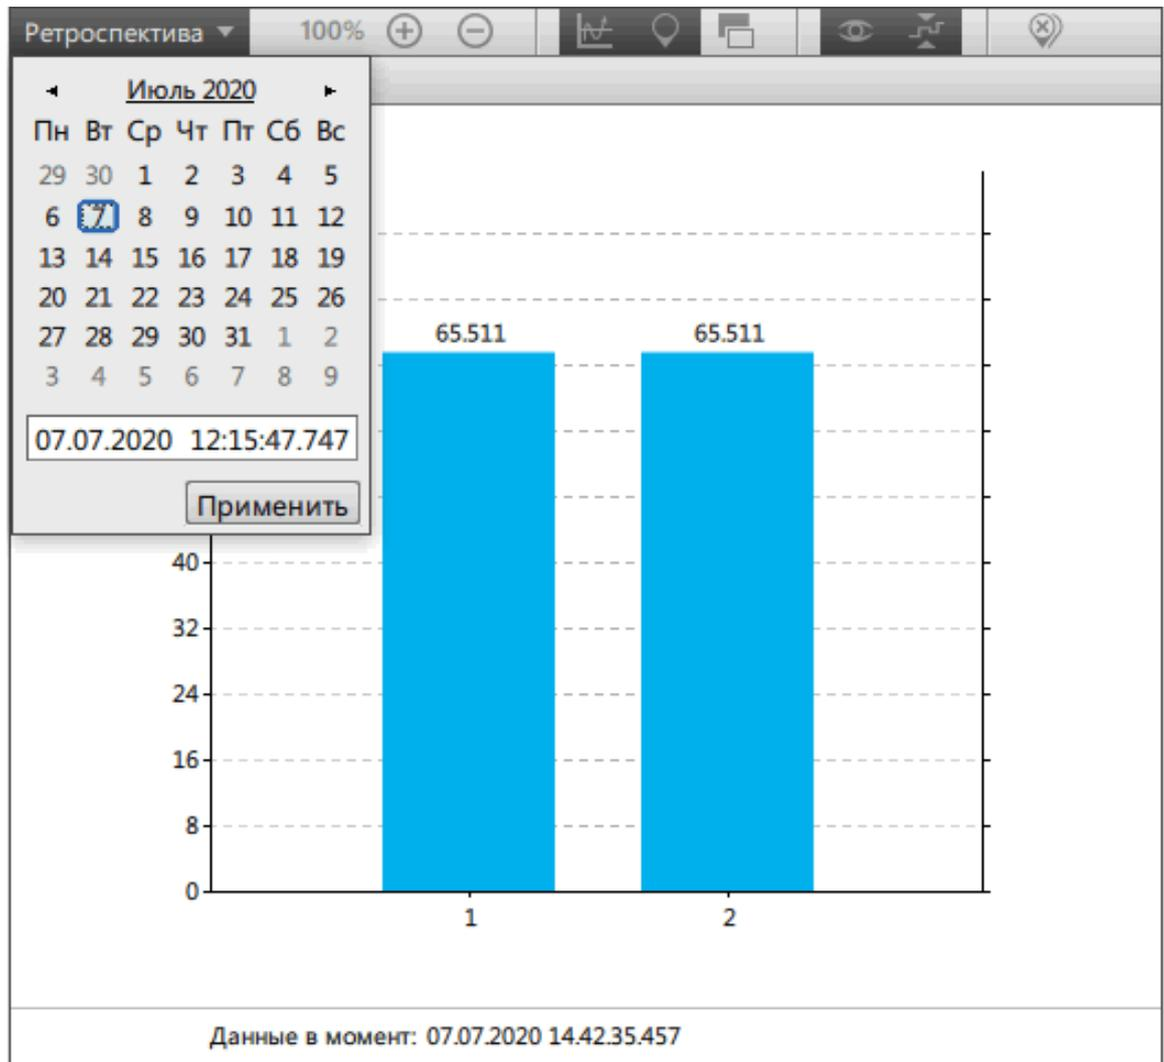

Рисунок 75 - Режим «Ретроспектива»
- 1. Мгновенные значения.** Выбор интервала агрегации будет заблокирован. Станет доступным режим **Ретроспектива** (Рисунок 75), при котором отображаются мгновенные значения за указанный момент времени. Режим мониторинга при этом отключится.